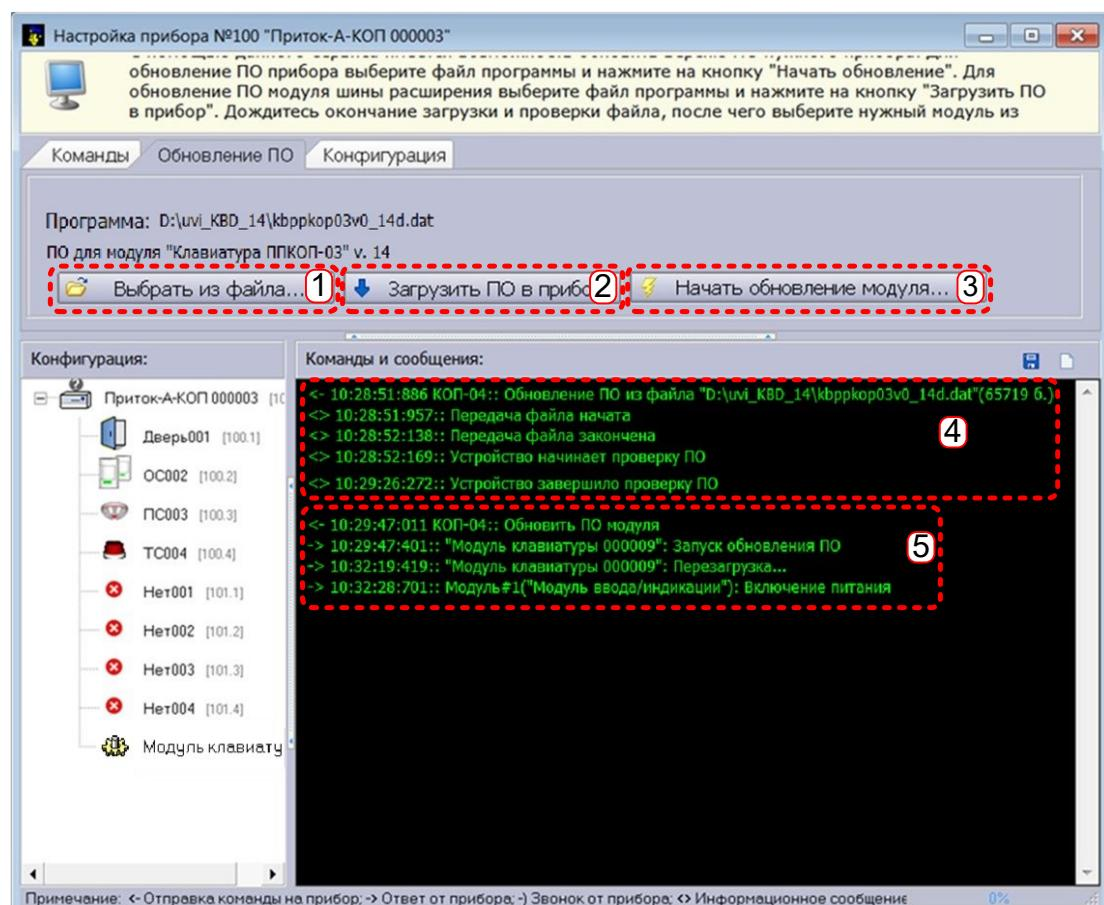

Рисунок 7 – окно «Настройка прибора»
1. В программе АРМ «ДПЦО» во вкладке «Обновление ПО» окна «Настройка прибора» (см. рисунок 7) нажать кнопку «Выбрать из файла» (на рисунке – область 1) и указать расположение новой версии ПО клавиатуры.